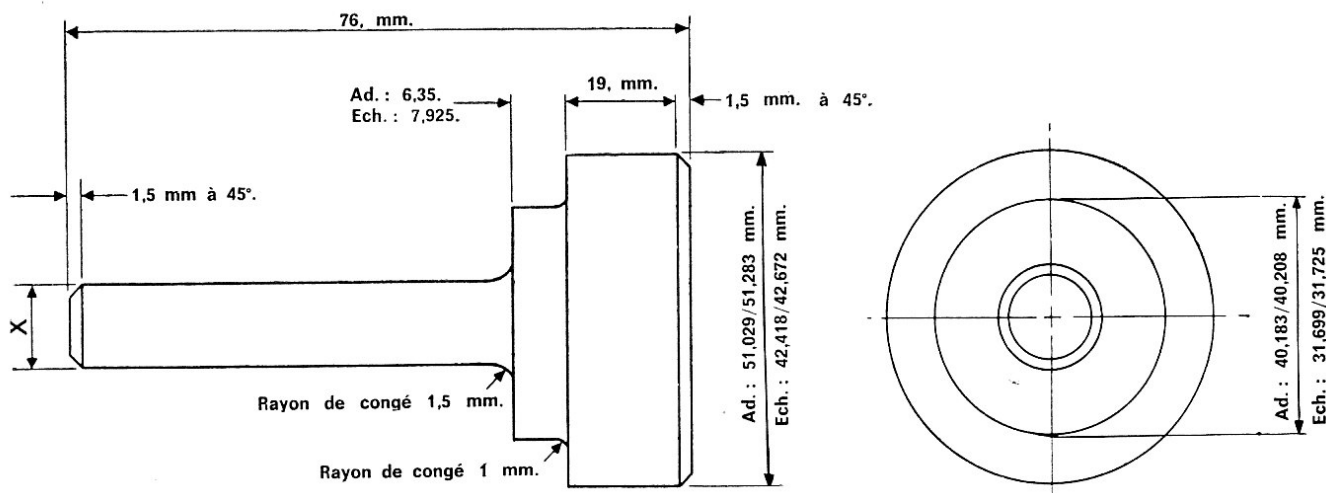

Fig. 7
3° A l'aide d'un mandrin usiné aux cotes de la figure 7 et en utilisant l'alésage-guide de la soupape comme pilote, monter le siège à la presse. L'outil assure l'équerage du siège.
**Nota.** — La cote X (fig. 7) sera déterminée selon que les alésages-guide soupape seront :